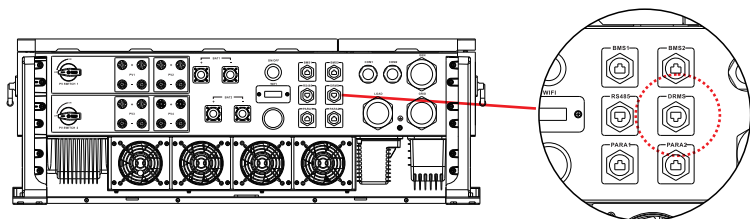

Figura 4.6-5 Interfaz RJ45
Paso 4. Conecte el terminal R145 a la posición correcta en el variador. Consulte la Figura 4.6-5.